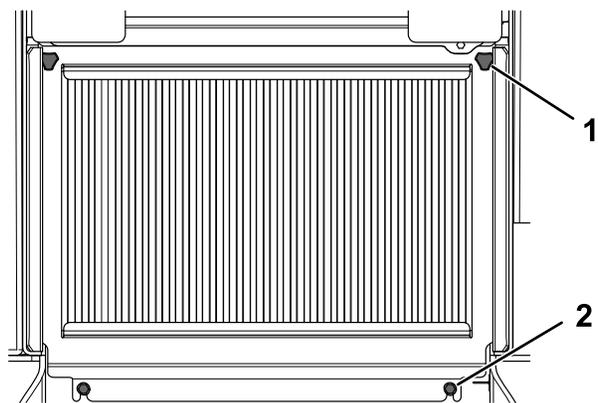

Рисунок 41
2. Ослабьте 2 болта крепления нижней части решетки (Рисунок 41).
3. Ослабьте затяжку 2 ручек на решетке (Рисунок 41).
4. Поднимите решетку и снимите ее (Рисунок 41).